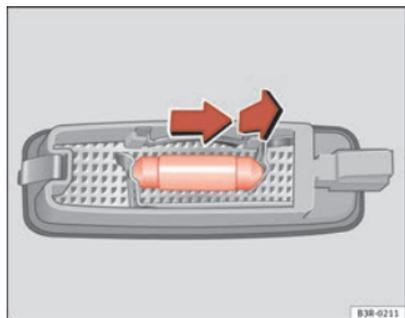

Fig. 229 Démontage de l'éclairage du pare-soleil
- Retirez l'ampoule en la déplaçant dans le sens de la flèche et vers l'extérieur ⇒ fig. 229. ■